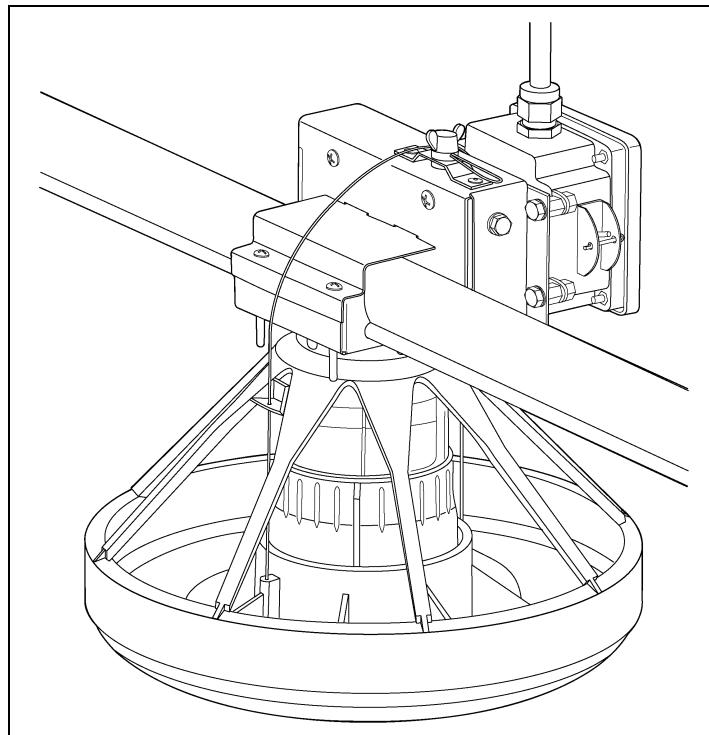

Рисунок 4Х
6. Внешний вид управляющего лотка должен соответствовать указанному на Рисунок 4Х.